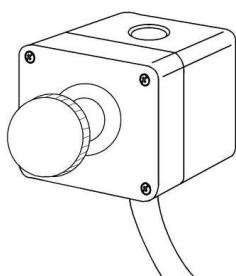

Fig 33
Zum Stillsetzen drücken Sie den Roten Aus-Taster (B) oder die Fern-Stop-Taste (Fig 33).
Die Fern-Stop-Taste (Fig 33) stoppt den Maschinenlauf.